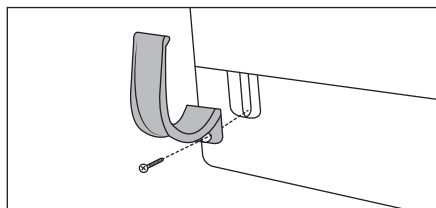

Fig. 1
- ◆ Avvitare il reggitubo **16** all'apparecchio (vedere fig. 1).